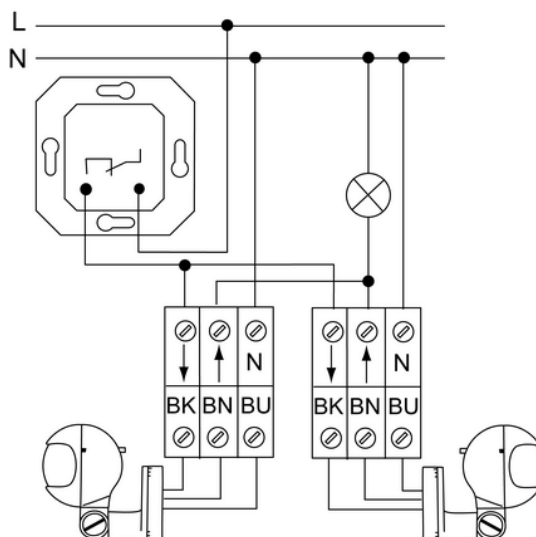

Bild 9: Wächter parallelschalten
- Wächter und optionalen Installationstaster nach Anschlussplan (Bild 9) anschließen.